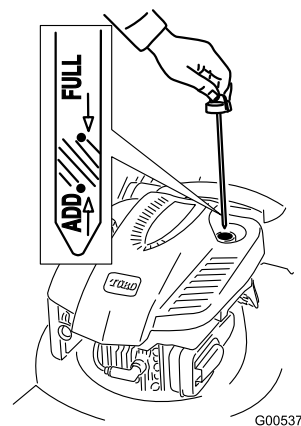

Figura 6
1. Togliete l'asta di livello (Figura 6).
2. Versate **lentamente** l'olio nel tubo di riempimento finché non raggiunge il segno di **pieno** sull'asta (Figura 6). **Non riempite troppo.** (Riempimento massimo: 0,59 litri, tipo: olio detergente SAE 30 con classificazione API SF, SG, SH, SJ, SL o superiore.)
1. Togliete l'asta di misurazione del livello dell'olio, asciugatela ed inseritela a fondo nel foro (Figura 6).
2. Estraete l'asta e controllate il livello dell'olio (Figura 6). Se il livello dell'olio è inferiore alla tacca **Add** sull'asta, versate **lentamente** dell'olio nel foro del bocchettone fino a portarne il livello alla tacca **Full** sull'asta. **Non riempite troppo.** (Riempimento massimo: 0,59 litri, tipo: olio detergente SAE 30 con classificazione API SF, SG, SH, SJ, SL o superiore.)